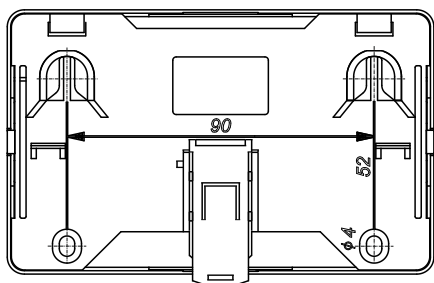

Рисунок 4
- в месте установки изолятора просверлить два верхних отверстия под дюбели с шурупами диаметром 4 мм согласно установочным размерам (рисунок 4);